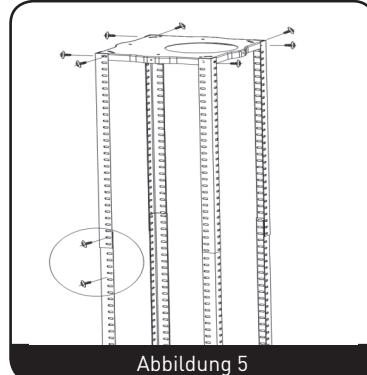

Abbildung 5
2. Montieren Sie die Winkelstangen auf der Befestigungsplatte mit acht M5 Schrauben. (Abbildung 5)
3. Verlängern Sie die Winkelstangen auf die erforderliche Länge, befestigen Sie diese dann mit sechzehn M5 Schrauben und Muttern und mit den metallischen Unterlegscheiben. (Abbildung 5)